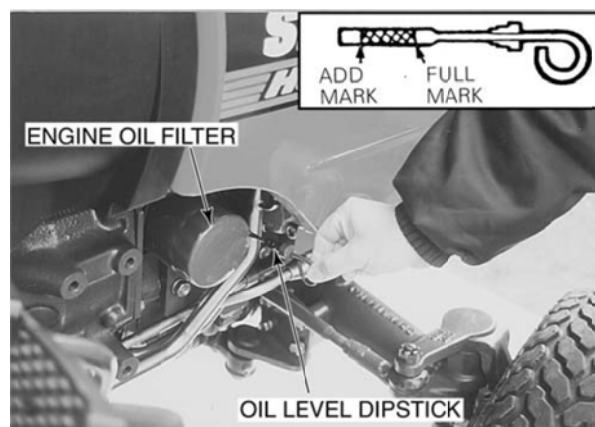

Рис. 49 (масляный щуп и фильтр)
1. Расположите трактор на ровной поверхности, выключите двигатель, дождитесь остывания двигателя. С помощью щупа проверьте уровень масла (см. рис. 49).